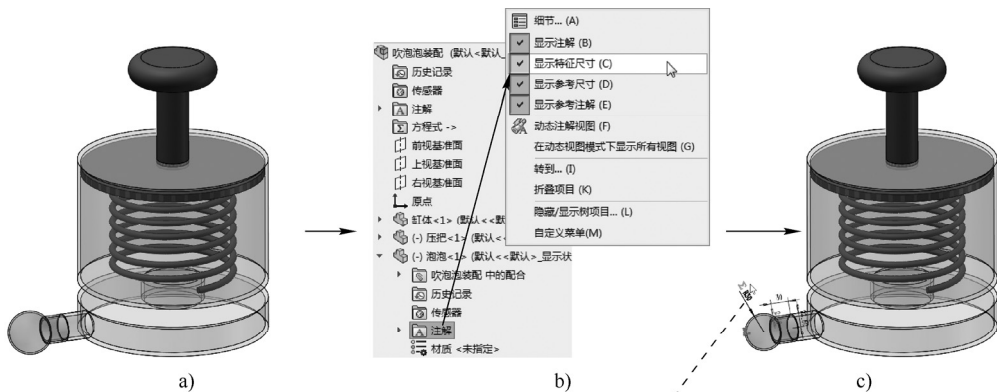

图 11-35 显示特征尺寸
STEP 1 首先打开本书提供的素材文件，右击要设置方程式的模型的“注解”选项，在弹出的快捷菜单中选择“显示特征尺寸”菜单项，显示出要设置方程式的尺寸，如图 11-35 所示。